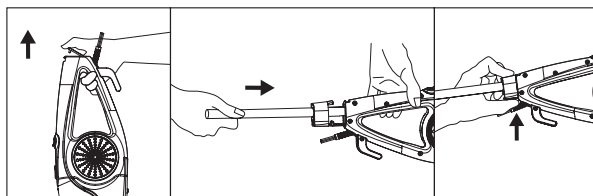

Рис.2
Для использования в режиме ручного пылесоса необходимо отсоединить удлинительную трубку (3). Для этого откройте защёлку на ручке (4), потяните удлинительную трубку (3), чтобы снять ее с ручки (4) (рис. 2).